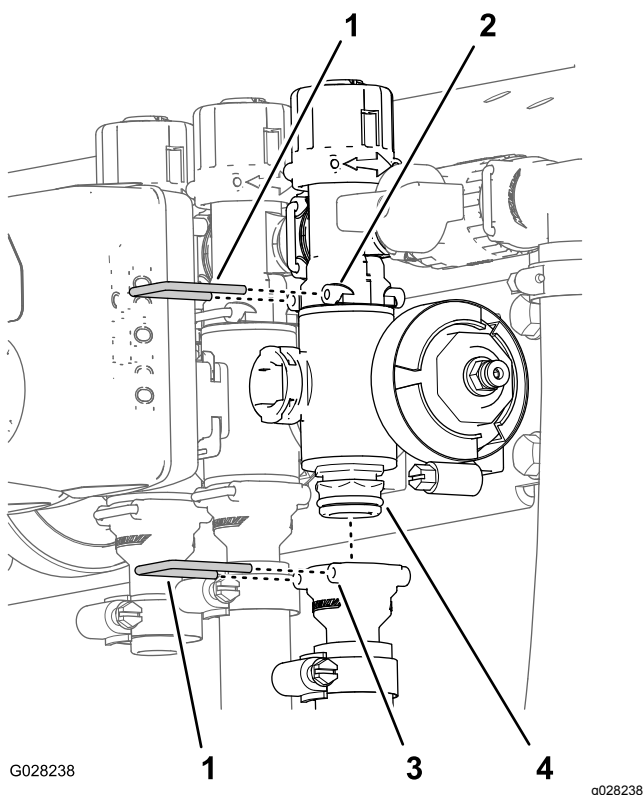

Figura 69
2. Retire os retentores que fixam a união exterior ao coletor da válvula da secção e o coletor da válvula da união de derivação (**Figura 69**).